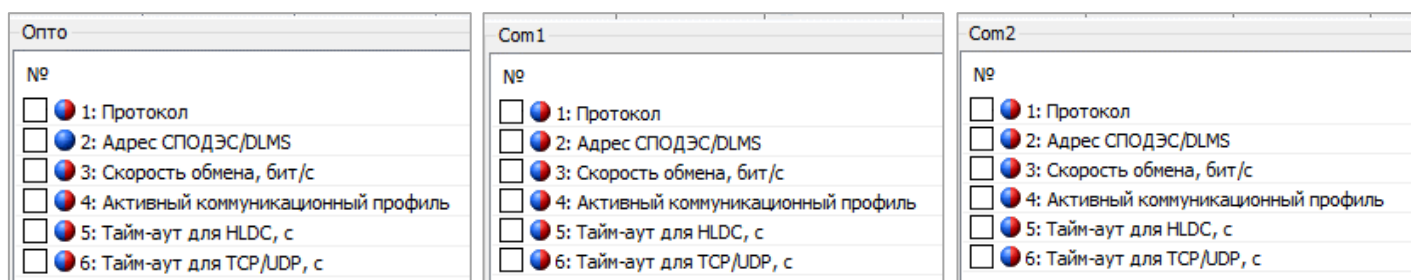

Рисунок 29 – Закладка «Конфигурация→Интерфейсный обмен→Опто/Com1/Com2» для устройства CE 307
5.4.1.1 Настройку интерфейсов связи в ПО AdminTools по протоколу СПОДЭС можно выполнить на вкладке «Конфигурация → Интерфейсный обмен» (рисунок 29). Группы «Опто10», «Com111» и «Com212» позволяют задать индивидуальные настройки для каждого интерфейса связи. Описание параметров, включая и их отображения на ЖКИ и порядок изменения, описано в п. 5.3.2.1. Здесь же можно задать пароль считывателя (по умолчанию 12345678) и конфигуратора (по умолчанию 1234567812345678).